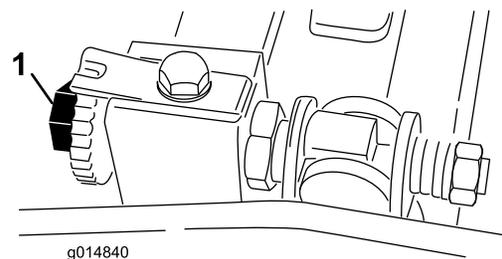

Figura 52
- Rode o cilindro de forma a que a lâmina cruze a extremidade da lâmina de corte entre a primeira e segunda cabeça dos parafusos do lado direito da unidade de corte (Figura 52).
- Rode o parafuso de ajuste da barra de apoio direita até sentir uma ligeira pressão (ou seja, arrastamento) no calço deslizando-o de um lado para o outro (Figura 52).